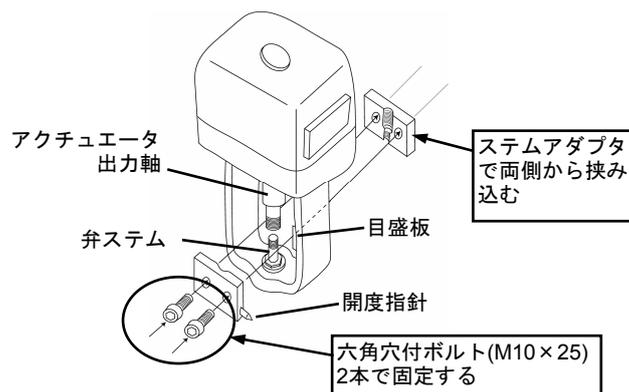

図6
- (4) アクチュエータ出力軸と弁ステムをステムアダプタで締結します(図6参照)。